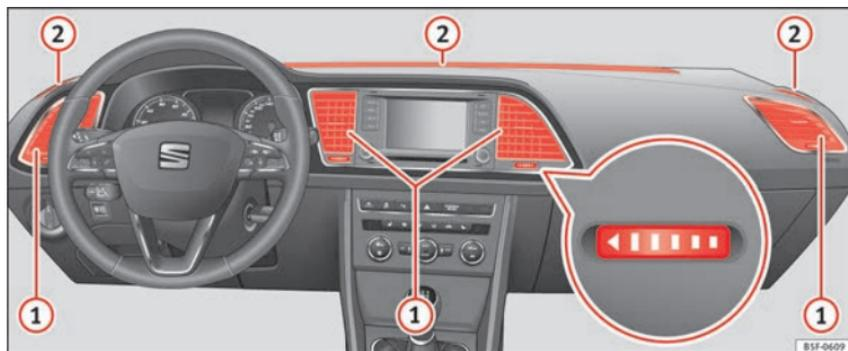

Fig. 140 Nella plancia: bocchette di ventilazione.
Per garantire il riscaldamento, il raffreddamento e la ventilazione all'interno dell'abitacolo, le bocchette di ventilazione ►► fig. 140 ① devono rimanere aperte.